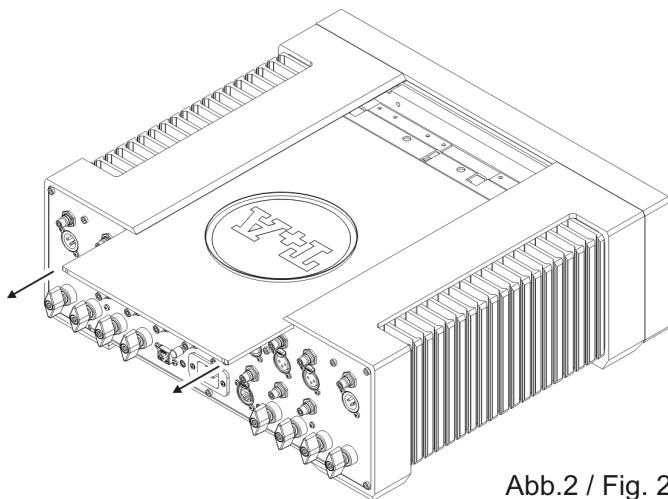

Abb.2 / Fig. 2
- 5) Schieben Sie den Deckel wie in Abb. 2 gezeigt nach hinten heraus..
- 5) Slide the cover out to the rear as shown in Fig. 2.